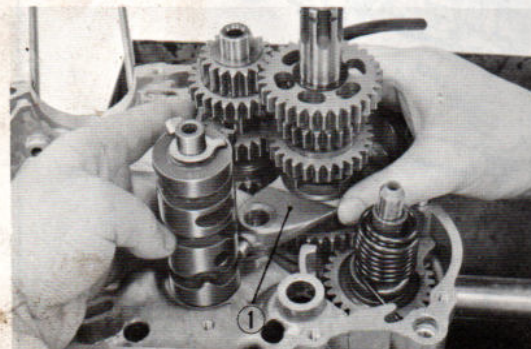

Fig. 94 ① Fourchette droite
5) Reposer la fourchette droite sur le pignon de cinquième de l'arbre secondaire, soulever le pignon puis introduire le téton-guide de la fourchette dans la gorge du barillet. (Fig. 94)